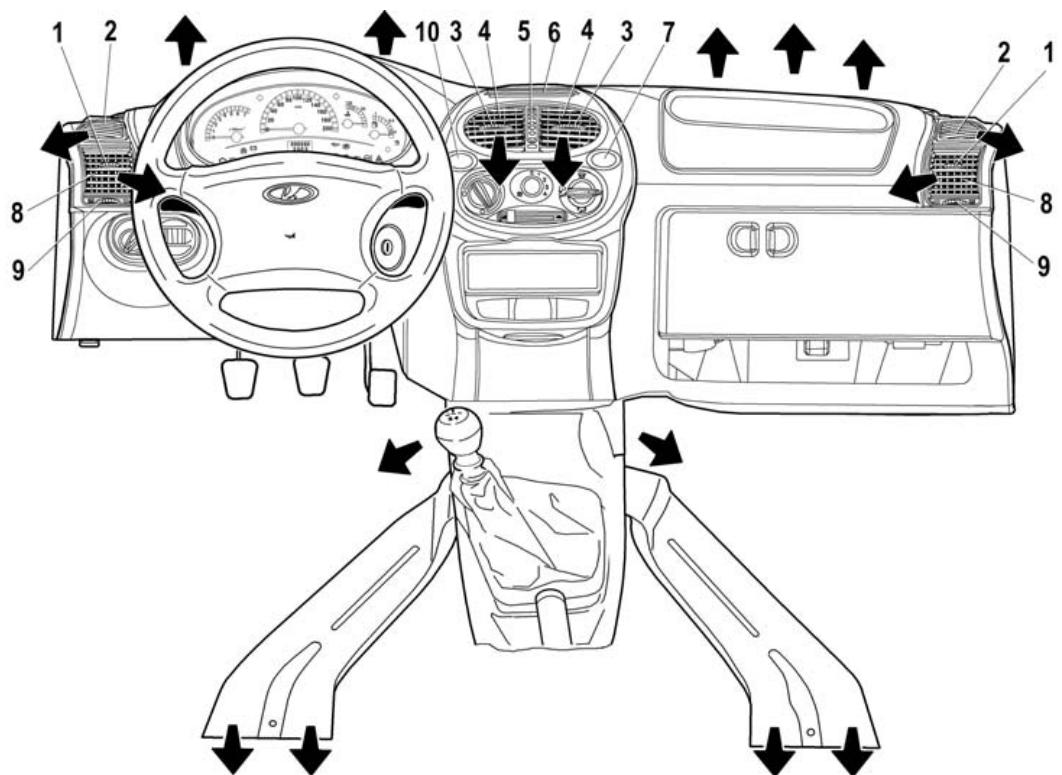

Рис. 39. Органы управления вентиляцией
Рычагами 9 и 5 (рис. 39) привода заслонок регулируется интенсивность подачи воздуха через боковые 8 и центральные 4 сопла путем изменения положения заслонок вплоть до полного их закрытия. А **рычагами 1 и 3** направляющих лопаток боковых и
– **сопла 4 и 8** (см. рис. 39) открыть, повернув соответственно рычаг 5 на центральном сопле вниз, а рычаг 9 вправо на левом боковом сопле и влево на правом боковом сопле;
4. Нажмите на клавишу выключателя кондиционера 10 (см. рис. 39).
В положении  рукоятки 4 хотя бы одно из сопел 4 и 8 (см. рис. 39) должно быть открытим, иначе теплообменник охлаждения воздуха (испаритель) может обледенеть и перекрыть подачу воздуха в салон.
2. Включите кондиционер, нажав на клавишу выключателя кондиционера 10 (см. рис. 39).